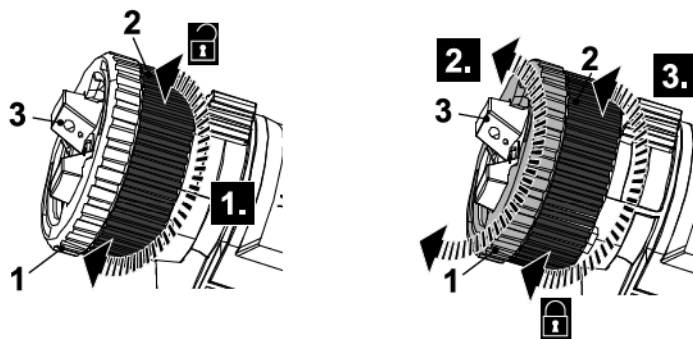
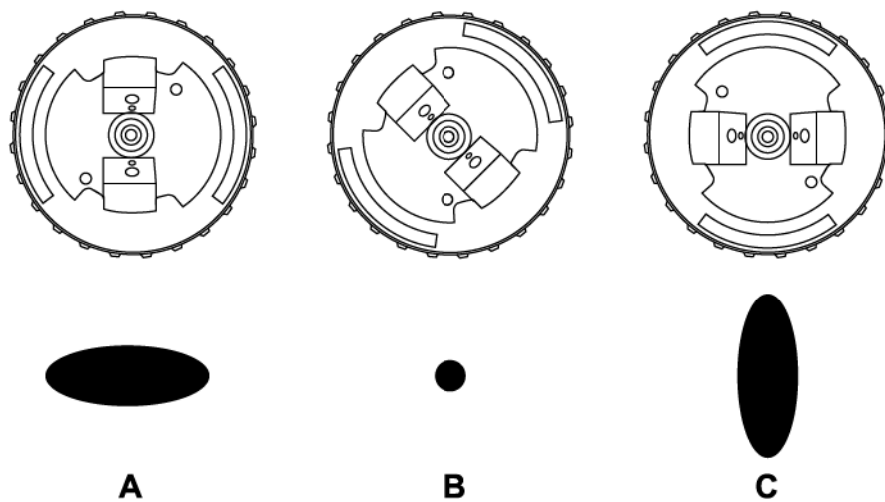

Fig. 14
Fig. 15
- > Gire la tuerca de unión (2) en el sentido de las agujas del reloj para aflojarla (Fig. 14, paso 1) hasta que la cubierta de ajuste del casquillo de aire (1) se pueda girar suavemente (cuando se ve desde la posición del usuario).
- > Gire la cubierta de ajuste del casquillo de aire (1) en el sentido de las agujas del reloj o en sentido contrario (Fig. 14, paso 2) hasta la posición deseada según el funcionamiento previsto (Fig. 15). Selección del ajuste de pulverización
- Chorro grueso horizontal (Fig. 15 A)
- Chorro circular (Fig. 15 B)
- Chorro grueso vertical (Fig. 15 C)
- > Mantenga el casquillo de aire (3) en posición y luego apriete la tuerca de unión (2) para fijarlo (Fig. 14, paso 3).